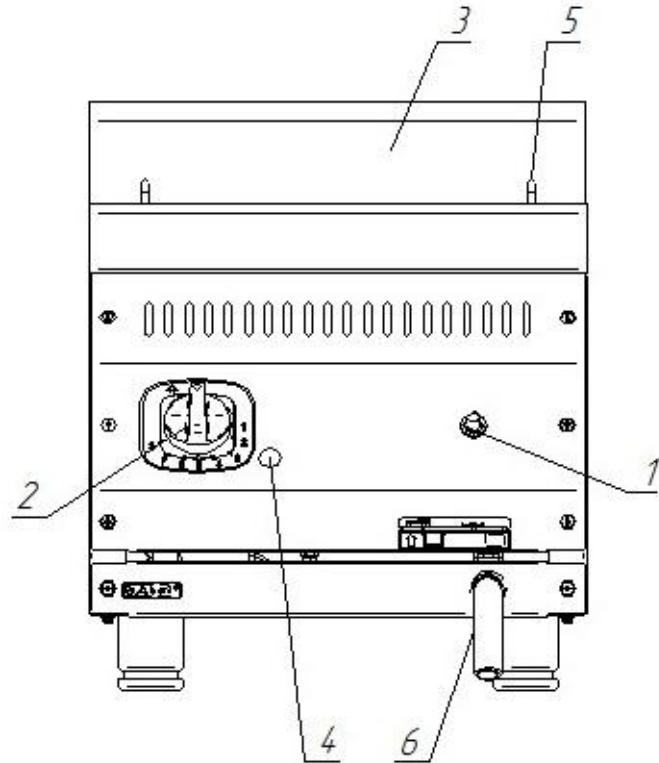

Рис. 1. Газовый мармит
4.1 Устройство газового мармита показано на рис. 1.
Для слива воды с ванны предусмотрен сливной патрубок 6 (см. рис. 1) находящийся спереди на лицевой панели.
Нажмите на ручку крана-термостата и поверните ее против часовой стрелки, установив символ искры зажигания напротив метки на панели управления (рис.2а). Нажав до упора, произведите поджог газа, выходящего из запальной горелки (пилота) духовки, для чего нажмите на кнопку пьезорозжига. Удерживайте ручку крана-термостата в течение не менее 15 секунд, после чего отпустите. После проведения вышеуказанных операций необходимо проконтролировать наличие горения газа, для чего необходимо посмотреть в смотровое окно 4 (рис.1), в котором можно наблюдать наличие пламени. Пламя должно быть устойчивым. Если пламя не горит, повторите операцию.
Разожгите основную горелку мармита. Поверните ручку крана-термостата против часовой стрелки к символу «1» (рис. 2б). Дождитесь разогрева и перехода основной горелки на минимальное пламя. Снимите ручку крана поз.2 (рис.1), после чего открутите или закрутите регулировочный винт сбоку от крана настолько, чтобы получить равномерное малое пламя. Установите ручку крана на место и проверьте устойчивость пламени горелки (при повороте ручки управления из положения «8» в положение «1», пламя не должно погаснуть). Заводская настройка для природного газа: регулировочный винт полностью завинчен в направлении часовой стрелки и отвинчен на 34 градуса. Для регулировки минимального уровня при использовании сжиженного газа регулировочный винт необходимо полностью завинтить в направлении часовой стрелки.